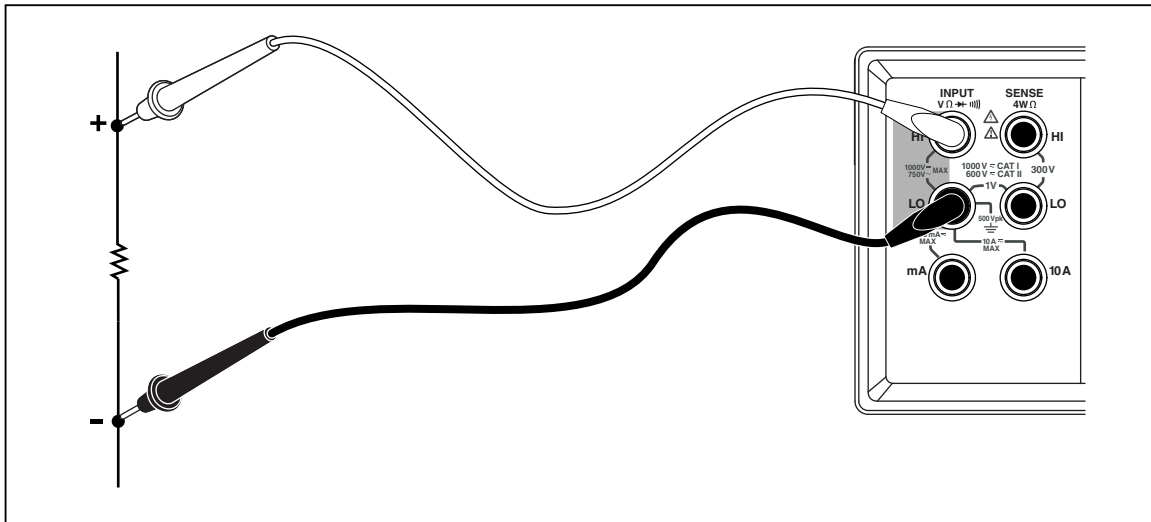

Figura 3-5. Medición de resistencia de dos cables
1. Conecte los cables de prueba entre el multímetro y el circuito que se va a probar como se muestra en la figura 3-5.